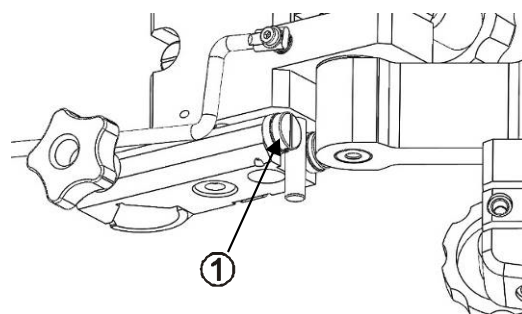

Рис. 3
8.1.1 Для устранения люфтов в механизме вертикального перемещения каретки ослабить контргайку эксцентрика (10, рис. 1) и, осторожно поворачивая эксцентрик с помощью отвертки, выбрать зазоры. Добившись плавного, легкого, безлюфтового перемещения механизма, зафиксировать положение оси контргайкой. Аналогично устраняется люфт в скалке каретки (1, рис.3).